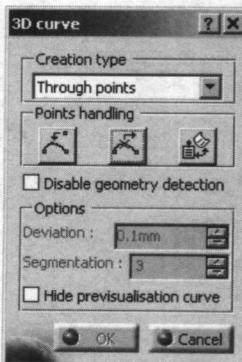

图 1-3
(1) 在Curve Creation工具栏中单击“空间曲线”功能按钮 \textcircled{A} ，弹出如图1-3所示的3D curve对话框。